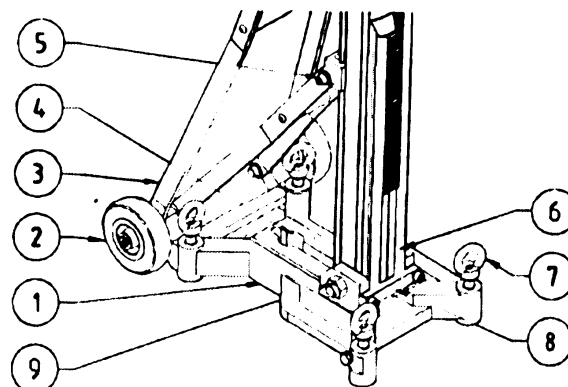

Рис. 3-3 Платформа
3.2.3 Платформа (рисунок 3-3)
3.2.4 Транспортировка (рисунок 3-3)
3.2.5 Вертикальное и наклонное положение (рисунок 3-3)